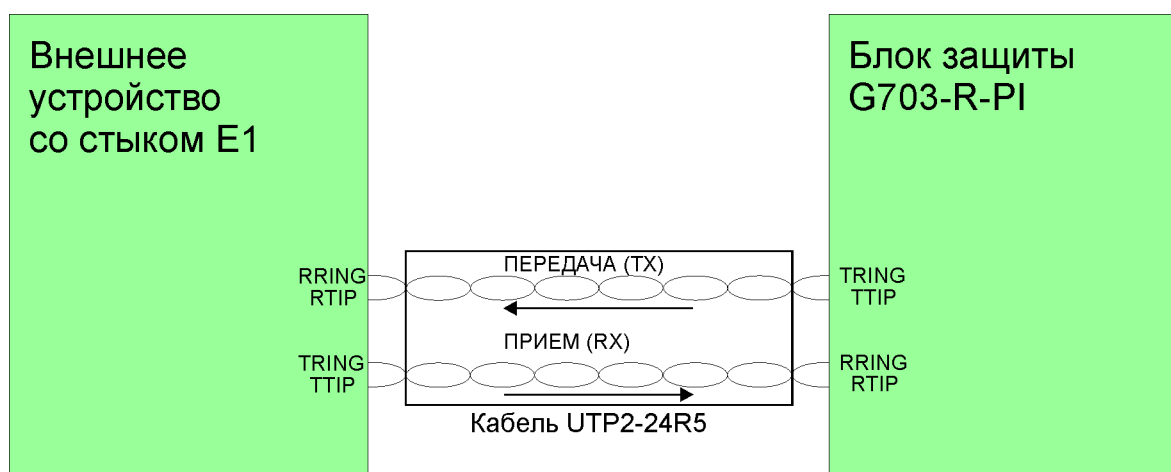

Рисунок 12
6.6 Подключить блок защиты G703-R-PI к внешнему устройству со стыком E1 при помощи кабеля самого блока защиты (см. рисунок 12).